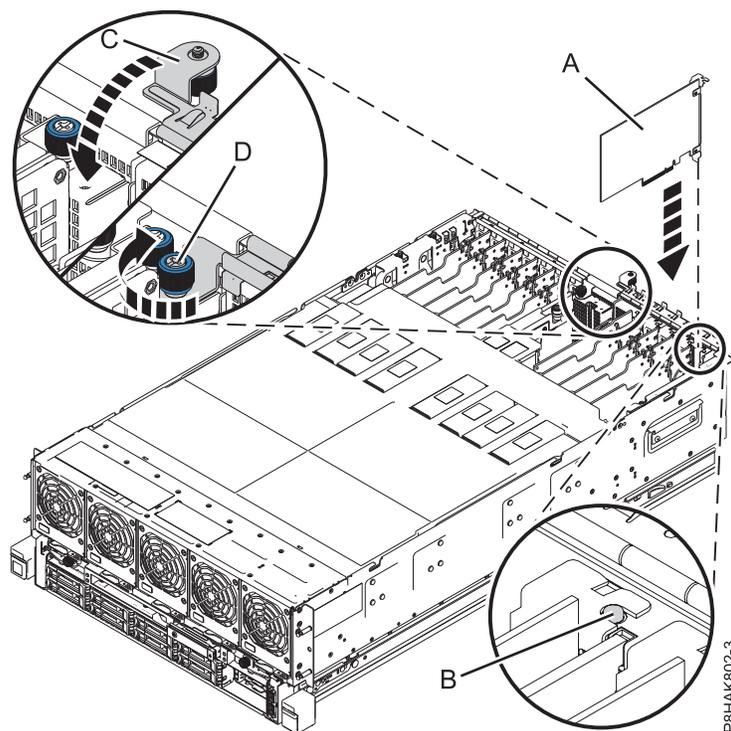

Figura 23. Instalación o sustitución de un adaptador PCIe en el sistema 8408-44E o 8408-E8E
7. Sujete con cuidado el adaptador por el borde superior o la contrapunta, y alinéelo con la ranura y con el conector de la placa del sistema (**A**), como se muestra en la Figura 23.
9. Asegúrese de que la muesca de la contrapunta encaje con la patilla en el chasis del sistema. Consulte (**B**) en Figura 23.
10. Cierre la pieza de sujeción de retención de E/S (**C**) haciéndola girar y, a continuación, apriete el tornillo cautivo (**D**) hasta que quede bien atornillado en el chasis del sistema. Consulte la Figura 23.